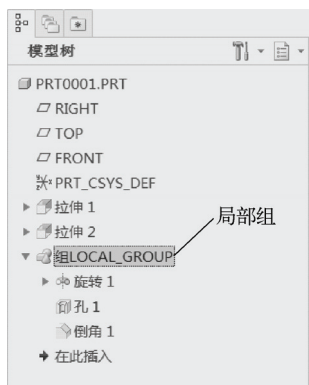

图 9-1 局部组在模型树中的显示标识
- 2) 在功能区的“模型”选项卡中选择“操作”→“组”命令，即可创建局部组。局部组在模型树中的显示标识如图 9-1 所示。